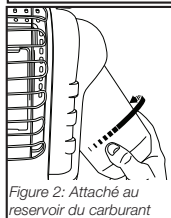

Figure 2: Attaché au réservoir du carburant
- Pour utiliser avec du propane : Le régulateur pivotant vers l'extérieur pour l'installation du réservoir facile. Visser la cartouche d'alimentation de (1 livre= 465g) du gaz Propane jetable (G31) dans le sens horaire (à partir du bas) dans le réchauffeur portatif jusqu'à ce qu'il soit serré; voir Figure 2. N'utilisez un produit d'étanchéité sur cette connexion.